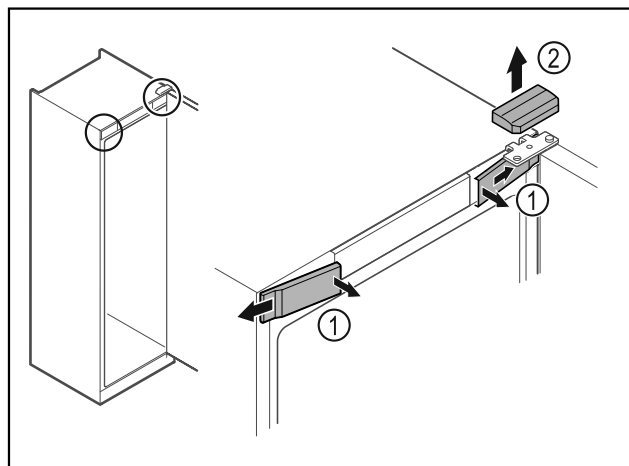

Fig. 8
- Uvolněte uvnitř přední kryty Fig. 8 (1) a sejměte je stranou.
► Horní kryt Fig. 8 (2) odeberte směrem nahoru.